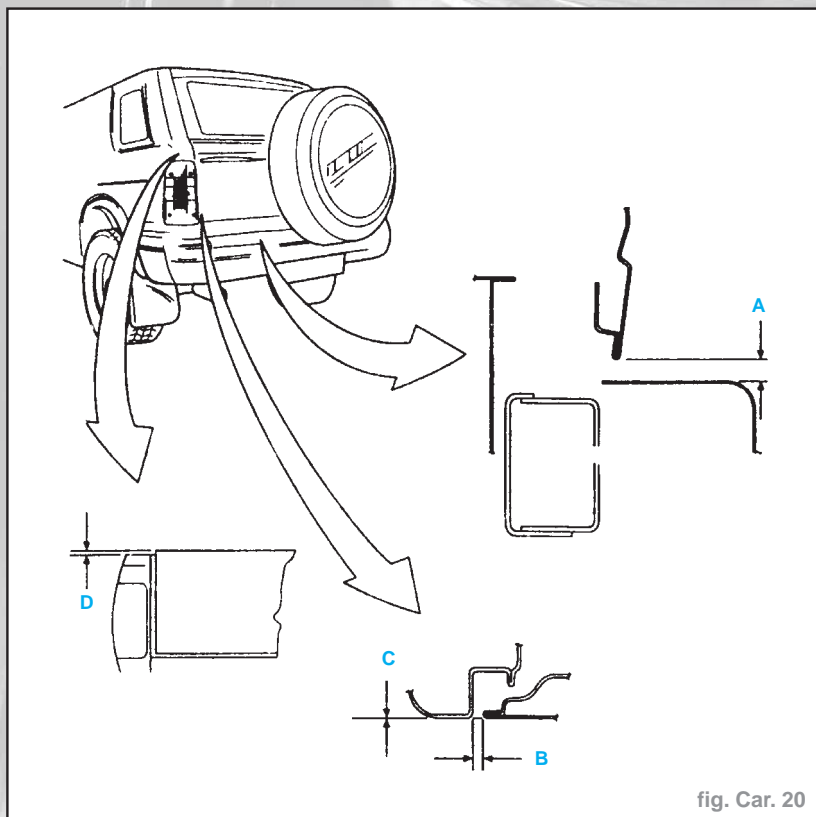

fig. Car. 20
- Mesures d'écartement porte à battants arrière (fig. Car. 20) :